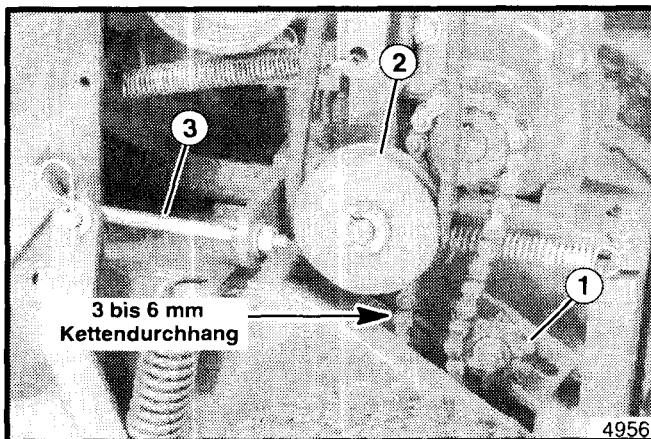

Abbildung 30. Einstellung der Kastenspeiserscheibe
3. Wenn die Kettenspannung korrekt ist, die Spindel senken und die Mutter an der Einstellstange der Kastenspeiserscheibe (siehe Abbildung 30) lösen, bis das Zahnrad voll in die Kette eingreift.